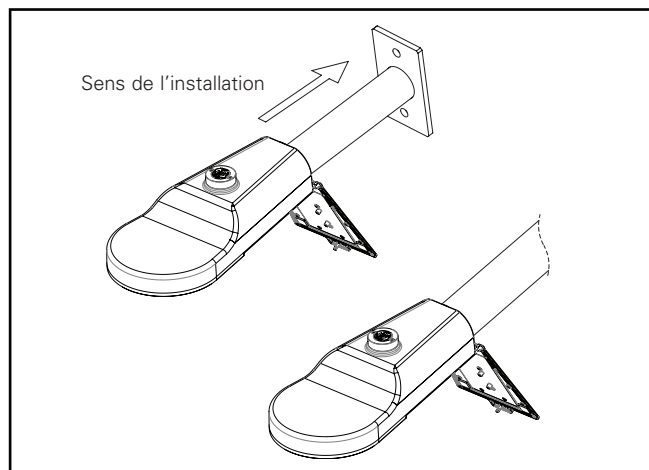

Figure 4.
5. Soulevez le boîtier pour le mettre en place et positionnez l'extrémité du bras de montage sur les crans de nivellement jusqu'à ce que le boîtier soit à niveau. (Figure 4)